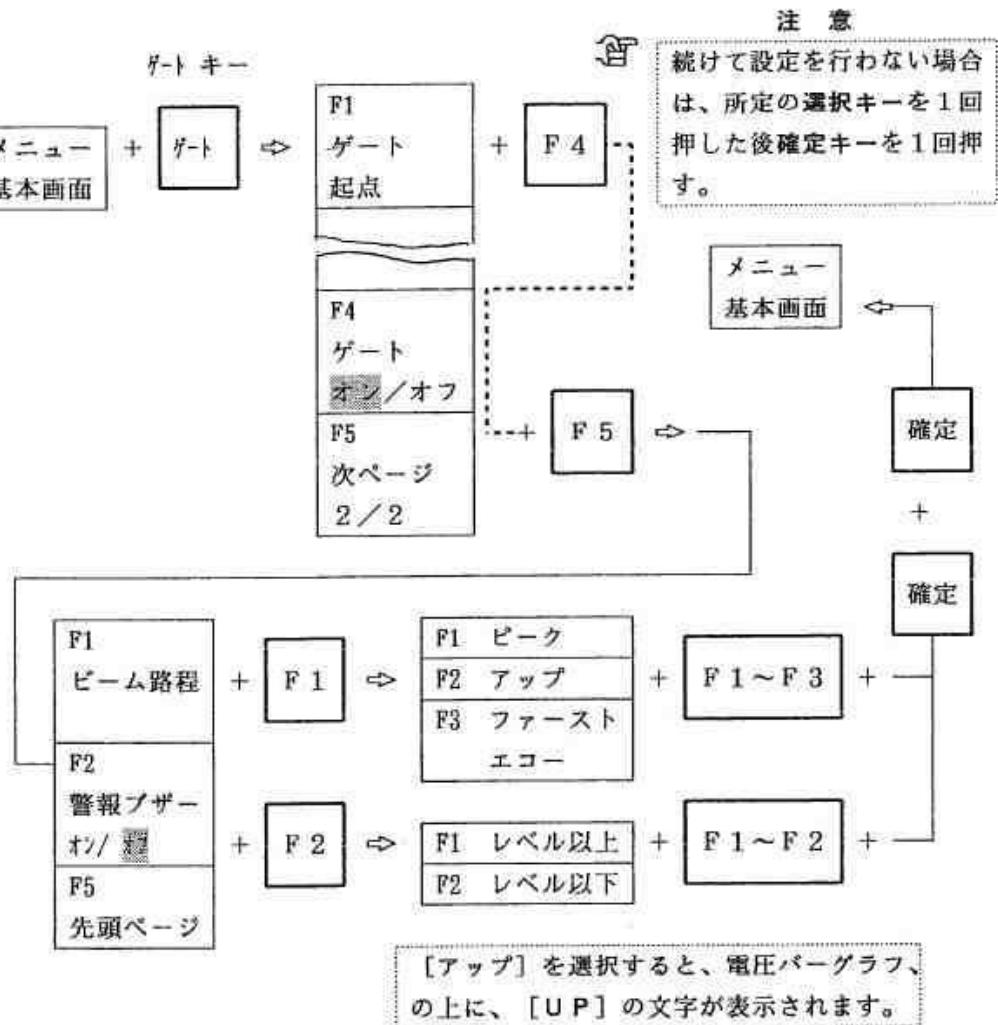

図 6.2.29-2 ビーム路程測定点、警報機能の設定方法
- ① 機能キー [ゲート] を一回押して、メニューエリアに図 6.2.29-2 に示したゲートメニューを表示させます。
- ② 初期設定は [オン] となっていることを確認して下さい。ゲート機能が [オン] の場合に限り、エコー高さやビーム路程の測定機能は有効です。
- ③ ゲート機能を [オフ] にしたいときは選択キー [F 4] を1回押します。
- ④ 続いて選択キー [F 5] を1回押します。図 6.2.29-2 のようにメニューエリアにゲートメニューの次ページが表示されます。
- ⑤ [ビーム路程の設定] は、[ピーク] に設定されていますが、[アップ] に変更したい時は、選択キー [F 1] と [F 2] を連続して押して下さい。
- ⑥ ファースト・エコーに設定したい場合は、選択キー [F 1] を 1 回押した後、選択キー [F 3] を続けて押して下さい。この操作で、探傷条件表示エリアの全ての項目がクリアされ、図 6.2.29-3 に示すような [検出レベル] と書かれた灰色の背景の空欄に変わります。